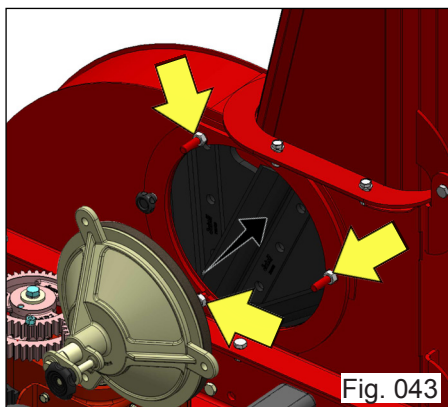

Fig. 043
- Aperte as 3 porcas de regulagem (Fig. 043), até o fim do parafuso, encostando-as na chapa;
- Apriete las tres tuercas de ajuste hasta que el extremo del tornillo, presionándolos en la placa, (Fig. 043);
- Tighten the three adjustment nuts (Fig. 043) Until the end of the screw, pressing them on the plate;